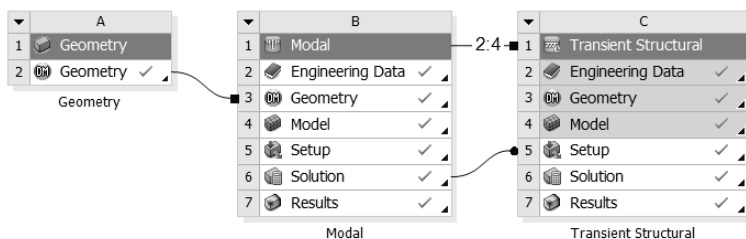

图 9-87 项目管理区中的分析项目
Step1 :单击 Mechanical 界面右上角的  (关闭) 按钮 退出 Mechanical 返回到 Workbench 主界面。此时主界面的项目管理区中显示的分析项目均已完成，如图 9-87 所示。